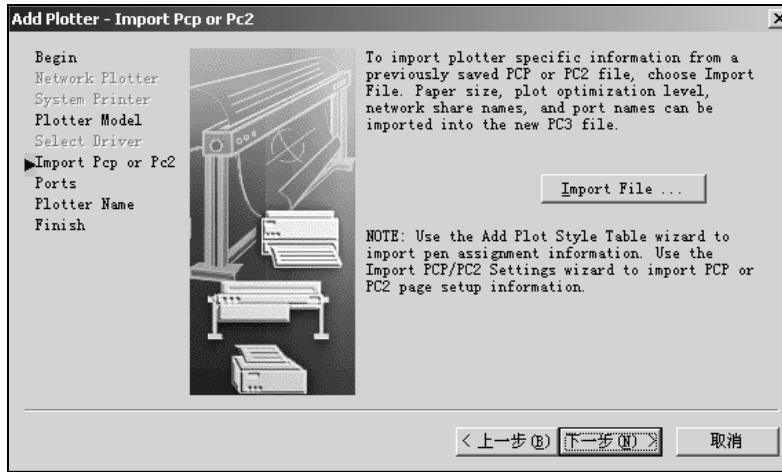
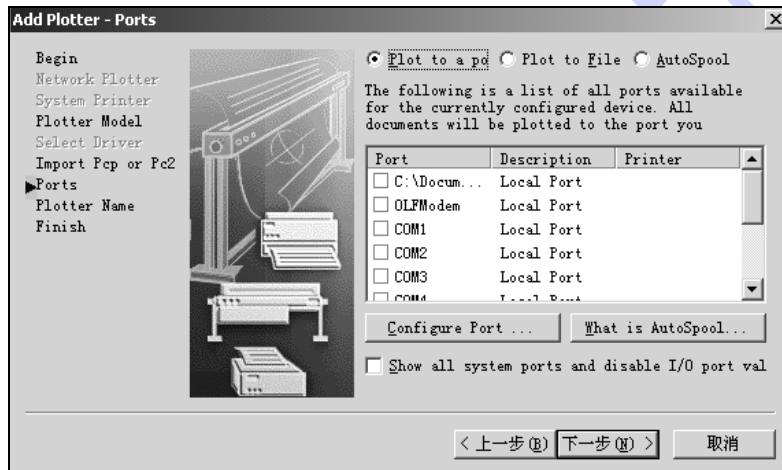

图 10-6 Add Plotter – Import Pcp or Pc2 对话框
图 10-7 Add Plotter – Ports 对话框
(6) 此时，AutoCAD 2004 弹出如图 10-6 所示的对话框，允许用户插入在以前版本中已定义的 Pcp 或 Pc2 打印配置文件。单击“下一步”按钮，弹出如图 10-7 所示的对话框。